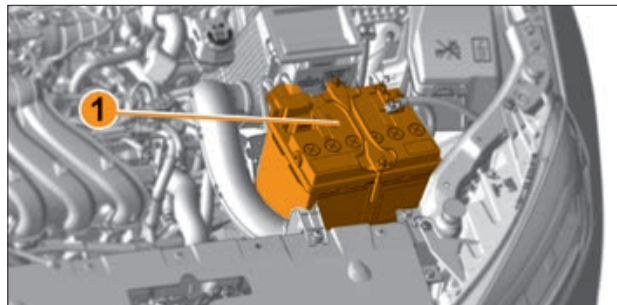

Рис. 6.9.1. Аккумуляторная батарея
**В вариантном исполнении** аккумуляторная батарея 1 (рис. 6.9.1) имеет индикатор «глазок» плотности и уровня электролита. Состояние АКБ можно определить по его цвету: